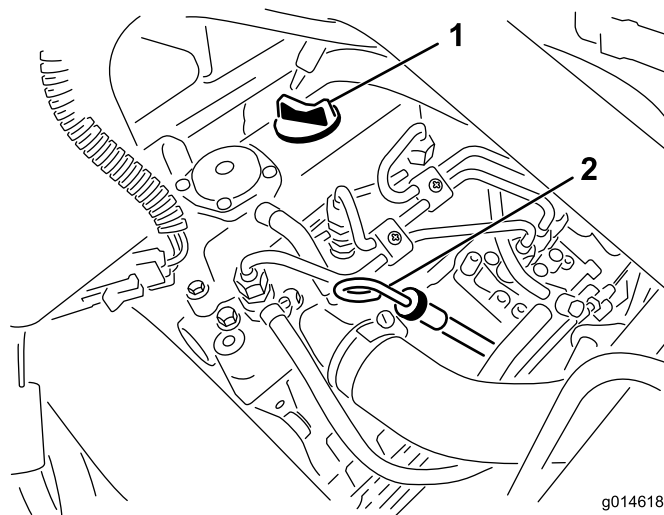

Figure 27
2. Retirez la jauge et essuyez-la sur un chiffon propre (Figure 27). Remettez la jauge dans le tube en l'enfonçant au maximum. Sortez la jauge du tube et vérifiez le niveau d'huile. Si le niveau est trop bas, retirez le bouchon de remplissage du couvre-culasse et ajoutez **lentement** la quantité d'huile nécessaire pour faire monter le niveau jusqu'au repère maximum de la jauge. Versez l'huile lentement et vérifiez souvent le niveau durant la procédure. **Ne remplissez pas excessivement.**